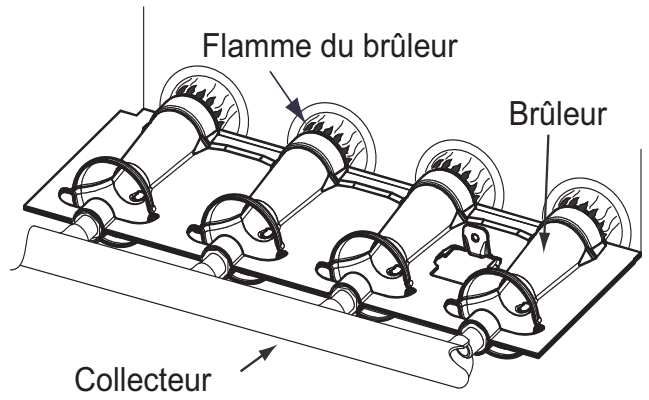

Figure 69 – Flamme du brûleur
11. Vérifiez le fonctionnement de la chaudière sur 2 cycles de chauffage complets. Inspectez les brûleurs. La flamme du brûleur doit être d'un bleu clair, presque transparent. Consultez la figure 69.